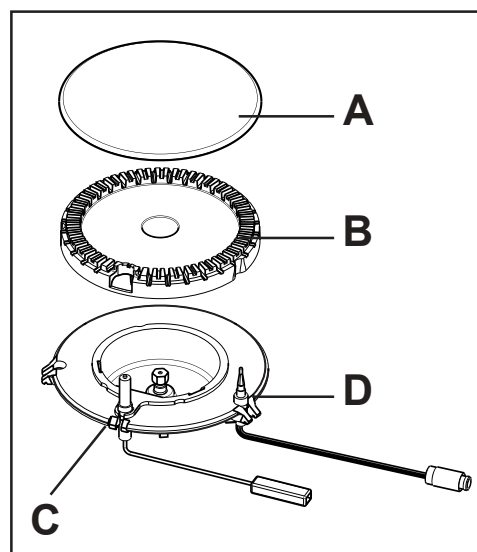

Fig. 1
2. Cuando la llama está encendida, es necesario tener el mando empujado durante 5 segundos cerca, hasta que la válvula de seguridad (Fig. 1 - D) mantendrá automáticamente la llama encendida y la regule según las necesidades.
i Si después de algunas veces no consigue encender el quemador, controle que los casquillos (Fig. 1 - A) y los orificios de donde salen las llamas (Fig. 1 - B) estén colocados en su sitio correctamente.
- Las coronas de los quemadores (Fig. 1 - B) deben ser lavados frecuentemente con agua hirviendo y detergente, teniendo cuidado de eliminar todas las eventuales incrustaciones. Non son aconsejables productos abrasivos ni los que contengan cloro (lejía, etc.)
- El encendido automatico es obtenido para una pequeña "bujía" de cerámica y un electrodo metálico (Fig. 1 - C). Limpie periódicamente estas partes de la encimera, y controle que los orificios de las coronas de los quemadores no están obturados, por evitar dificultades de combustión.